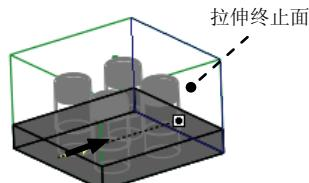

图 25.22 拉伸终止面
(3) 定义深度类型。在操控板中选取深度类型 **拉伸**，选择图 25.22 所示的平面为拉伸终止面。
(4) 在“拉伸”操控板中单击 **完成** 按钮，完成特征的创建。